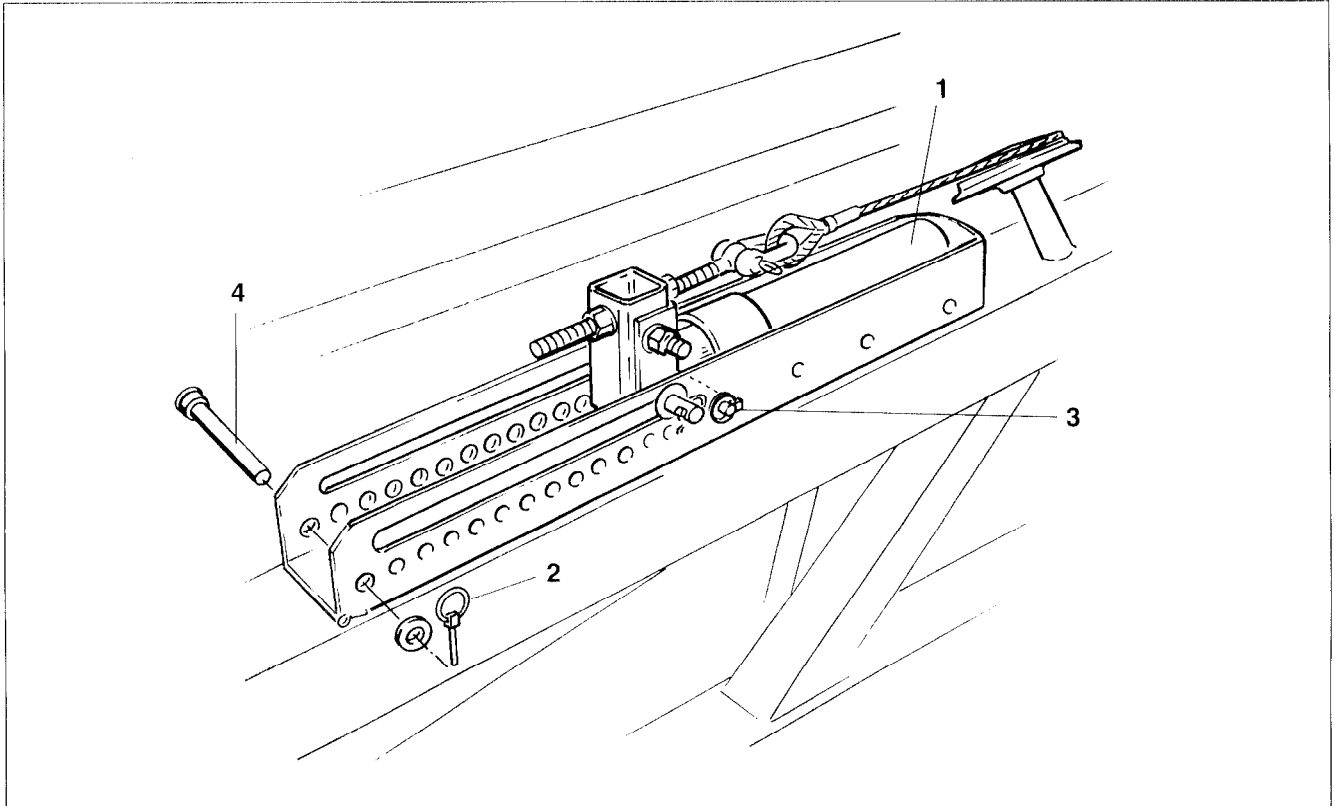
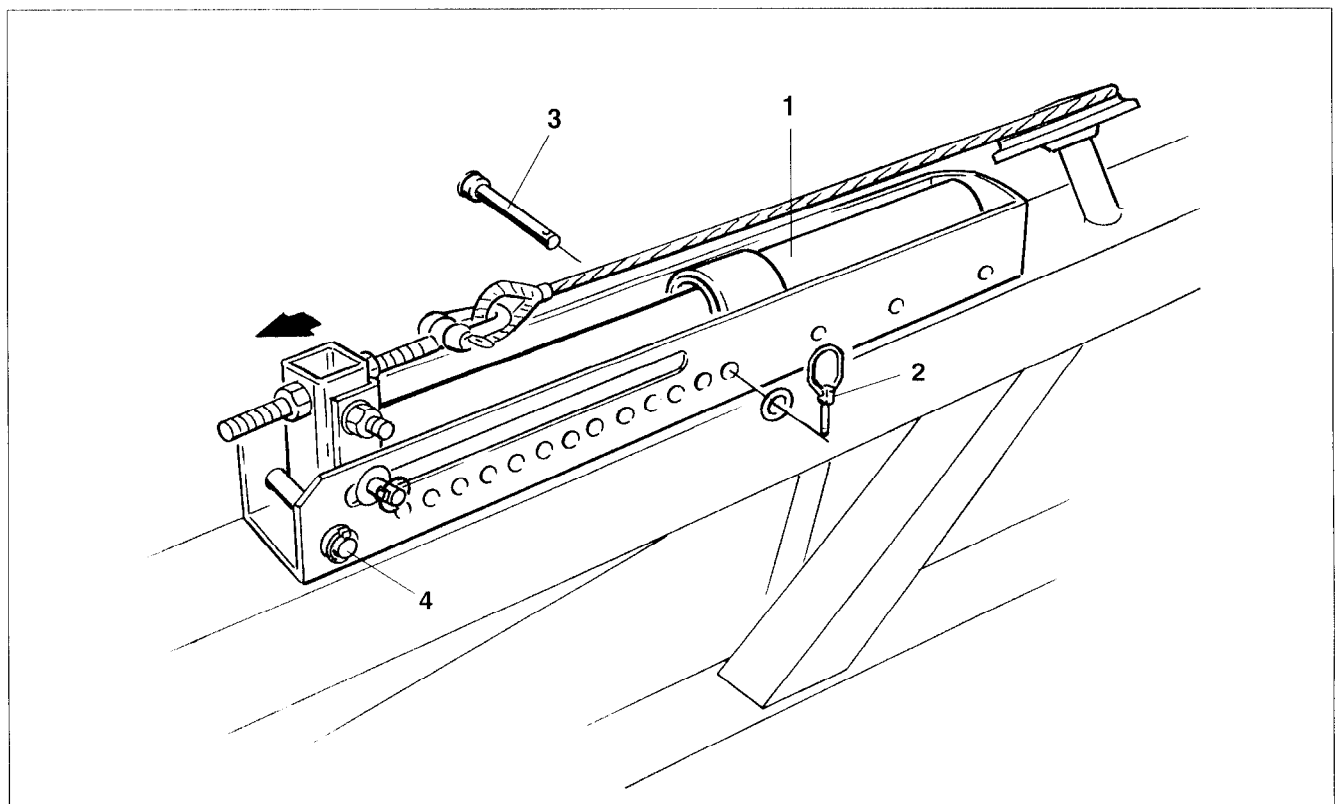

Fig. 9.1
Fig. 9.2
Beim Wechsel von normalem Boden auf schweren Boden und umgekehrt wird der Schardruck von einem Hydraulikzylinder (Fig. 9.1/1) verstellt, der mit einem einfach wirkenden Steuerventil in der Schlepperkabine zu bedienen ist.
Bei Lieferung ist der Verstellmechanismus an Ihrer Sämaschine montiert und der Hydraulikzylinder (Fig. 9.1/1) an der "Anschlußeinheit II", mit der Ihre Sämaschine ebenfalls ausgerüstet ist, angeschlossen.
Zwei Bolzen (Fig. 9.1/3 und Fig. 9.2/4) stecken als Anschlag des Hydraulikzylinders (Fig. 9.1/1) im Verstellsegment. Der Anschlag des Hydraulikzylinders liegt am Bolzen (Fig. 9.1/3) an, wenn der Hydraulikzylinder drucklos ist, und am Bolzen (Fig. 9.2/4) an, wenn der Hydraulikzylinder mit Druck beaufschlagt wird.
- Hydraulikzylinder (Fig. 9.2/1) mit Druck beaufschlagen.
- Bolzen (Fig. 9.2/3) in eine Bohrung im Verstellsegment einstecken und mit einem Klapstecker (Fig. 9.2/2) sichern.
Der geringste Schardruck wird eingestellt, wenn Sie den Bolzen (Fig. 9.2/3) wie dargestellt abstecken.
- Hydraulikzylinder (Fig. 9.1/1) drucklos machen.
- Bolzen (Fig. 9.1/4) in eine Bohrung im Verstellsegment einstecken und mit einem Klapstecker (Fig. 9.1/2) sichern.
Der höchste Schardruck wird eingestellt, wenn Sie den Bolzen (Fig. 9.1/4) wie dargestellt abstecken.